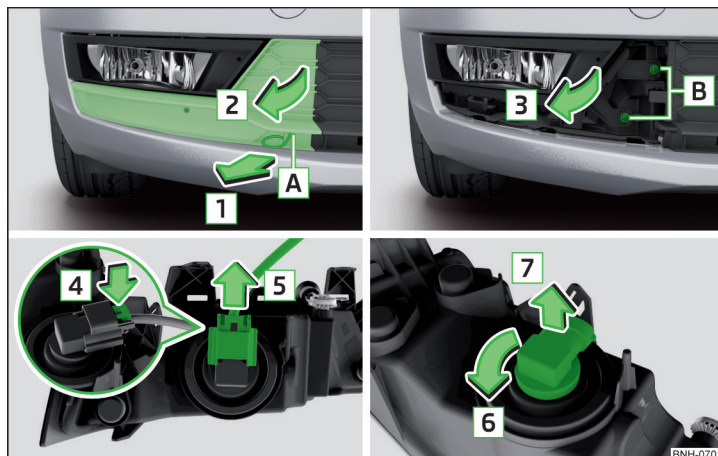

Fig. 274 Demontarea farului de ceață / înlocuirea becului
- › Introduceți brida pentru extragerea capacelor integrale de roată în degajarea **A** » fig. 274.
- › Introduceți farul de ceață în sens contrar săgeții **3** » fig. 274 și înșurubați-l.